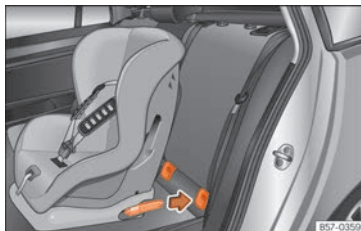

Fig. 24 Seients posteriors: col·locació del seient per a nens amb sistema ISOFIX.
- Enganxeu el seient per a nens a les argolles de subjecció "ISOFIX/iSize" i fins que s'encastin bé d'una manera audible »» fig. 24. Si el seient per a nens disposa d'ancoratge Top Tether, connecteu-lo a l'anella respectiva